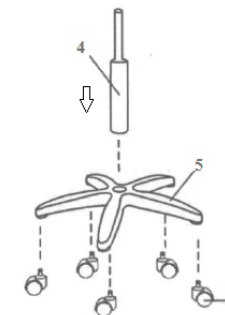

рис. 1
В данном кресле используется механизм качания (рис. 1), в котором присутствует 3 регулировки: рычаг (1) фиксации качания, регулировка высоты. (2) пружинно-винтовой механизм (регулировка степени качания)